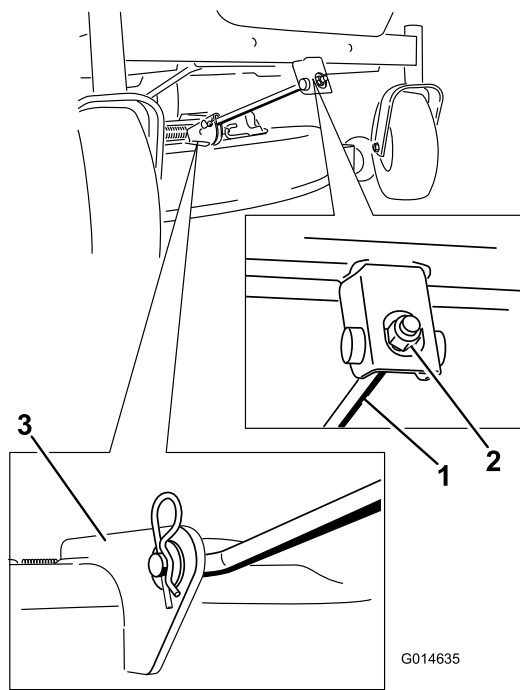

Figure 63
5. Retirez la goupille fendue de la tige de support avant et déposez la tige du support de plateau (Figure 63). Abaissez doucement l'avant du plateau de coupe au sol.
6. Fixez la tige de support avant au plateau de coupe à l'aide de l'axe de chape et de la goupille fendue (Figure 63).